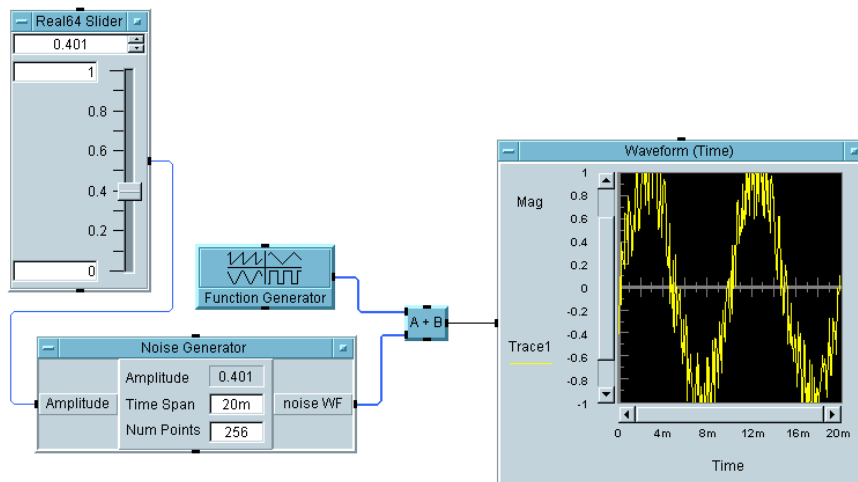

図 1-38. Real64 Slider オブジェクトを追加した例
3. [Data] ⇒ [Continuous] ⇒ [Real64 Slider] を選択して、Real64 Slider オブジェクトを追加します。次に、図 1-38 のように、Real64 Slider オブジェクトのデータ出力ピンを Amplitude 端子に接続します。プログラムを実行します。